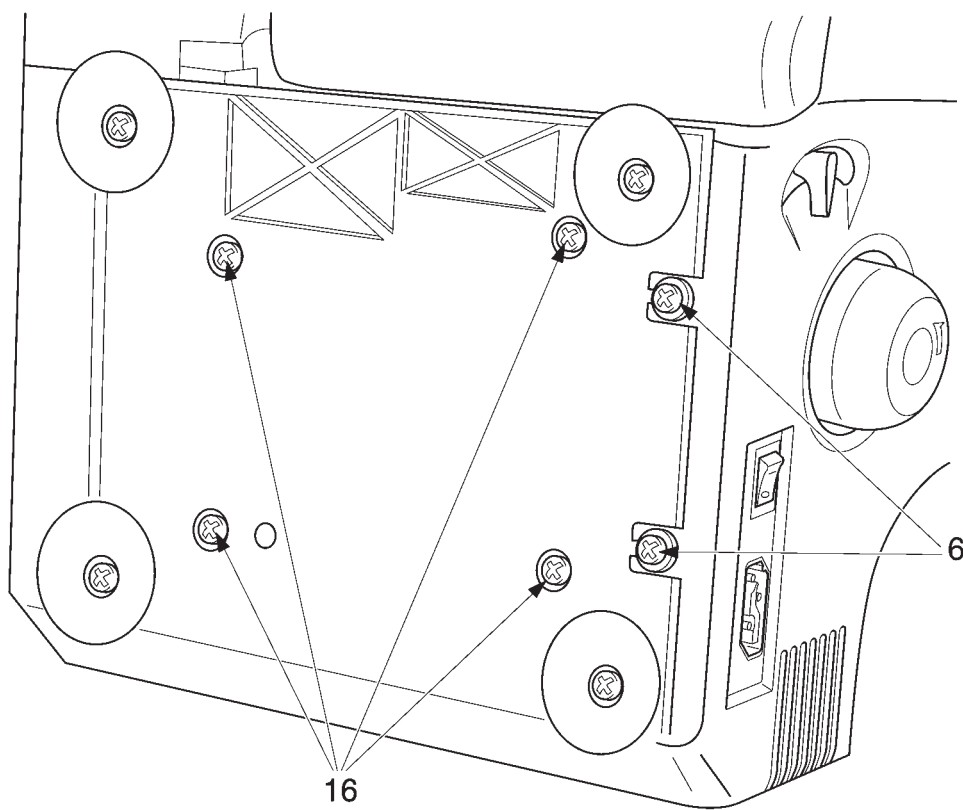

Рис. 14
- Выверните четыре винта 16 крепления плиты основания (рис. 14).